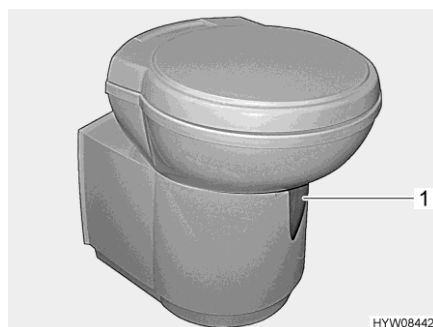

Fig. 166 WC Thetford (orientable)
- Avant d'actionner la chasse d'eau, ouvrir le curseur des toilettes Thetford. Pousser pour cela le levier du curseur (Fig. 166,1) dans le sens inverse des aiguilles d'une montre.